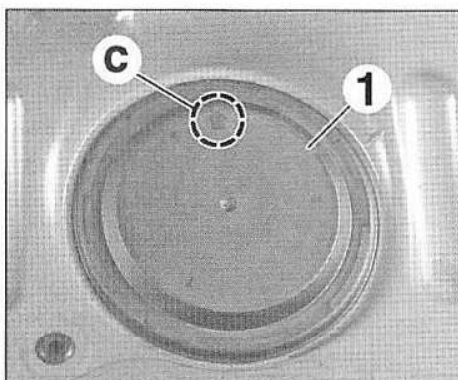

FIG.49
- Reposer la trappe d'accès (1) (Fig.49).